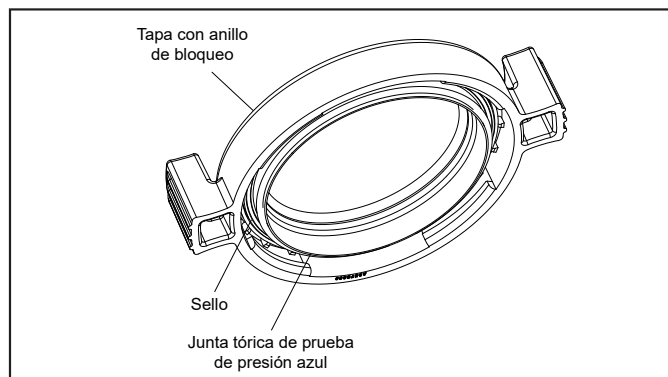

Figura 14. Junta tórica de prueba de presión azul
2. Coloque la junta tórica azul en el desnivel ubicado a ¼" desde la parte inferior de la tapa. Consulte la Figura 14.